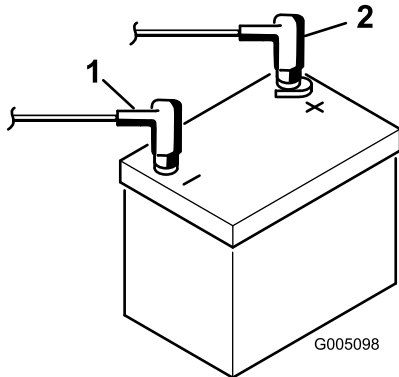

Figure 4
7. Raccordez le câble positif (rouge) de la batterie à la borne positive (+) et le câble négatif (noir) à la borne négative (-) et fixez-les en place avec les boulons et les écrous (Figure 4). Assurez-vous que le collier du câble positif (+) est bien engagé sur la borne de la batterie et que le câble est placé tout près de la batterie. Le câble ne doit pas toucher le couvercle de la batterie.